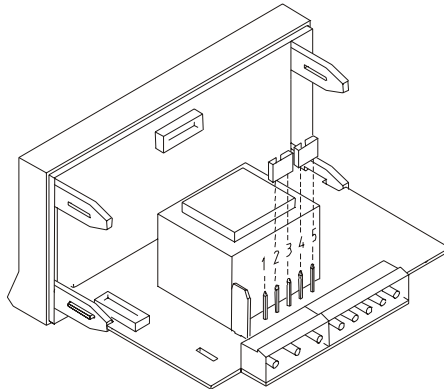

Abb. 9.2 Schalter für Versorgung 230 V oder 48 V AC
**115/230 V AC:** Die Geräte mit 230/115 V AC werden für den Anschluß an 230 V AC (siehe Abb.9.2) vorkonfiguriert. Um von 230 V AC auf 115 V AC umzustellen, müssen die Brücken laut Abb 9.3 und Tabelle 1 hergestellt werden. Der Aufkleber des Geräts muß an die Änderungen der Versorgung angepaßt werden.